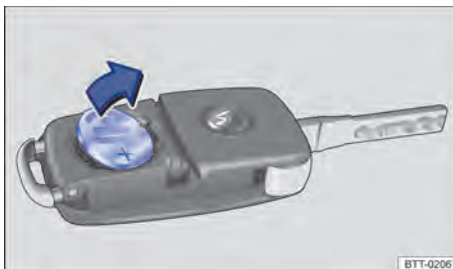

Fig. 24 Chave do veículo com comando remoto: remover a bateria.
- Remover a bateria do alojamento da bateria com uma ferramenta adequada \Rightarrow Fig. 24.
- Posicionar a nova bateria conforme indicado \Rightarrow Fig. 24 e pressionar no sentido contrário ao da seta para dentro de alojamento da bateria \Rightarrow ②.